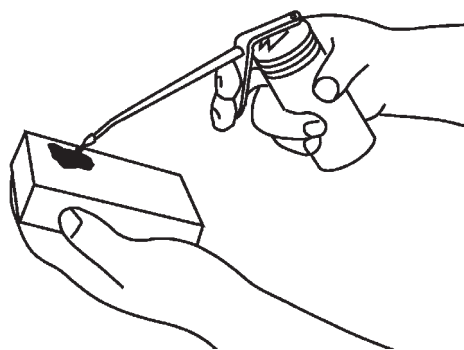

Figure 75
5. Appliquer une cuiller à soupe d'huile SAE 30W sur le filtre à air (Fig. 75).